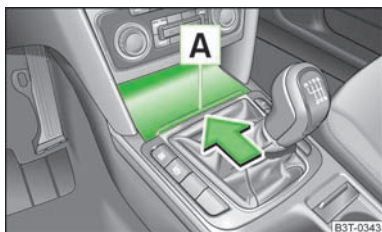

Fig. 91
- Deschideți scrumiera » fig. 91.
➤ Apăsați în sensul săgeții în partea inferioară a capacului compartimentului, în zona **A** » fig. 91 - capacul se deschide.